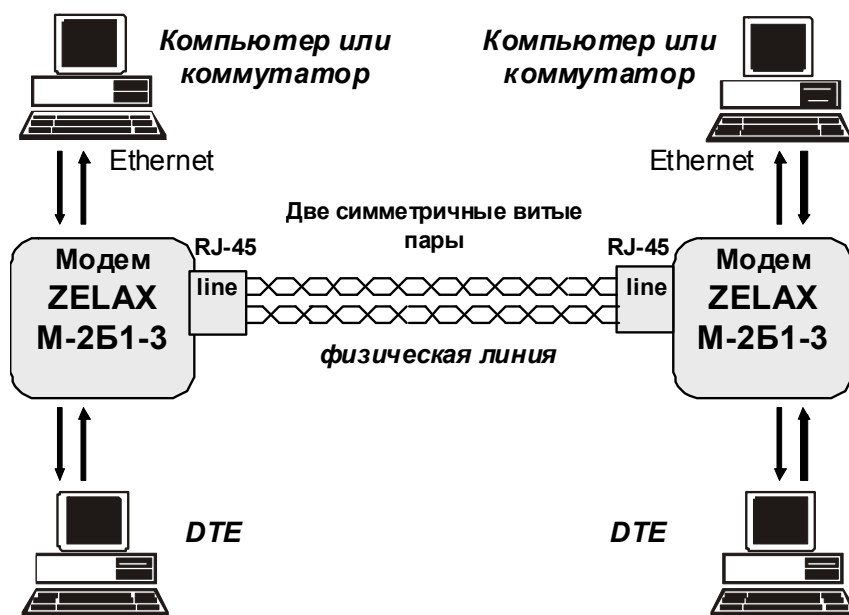

Рис. 6. Схема соединения модемов
Схема соединения модемов для организации дуплексного канала связи приведена на Рис. 6. Назначение контактов линейного разъёма приведено в приложении (см. Приложение 1). В качестве линейного разъёма применяется восьмиконтактная вилка **RJ-45**.
1. Соединить модемы в соответствии со схемой, приведенной на Рис. 6